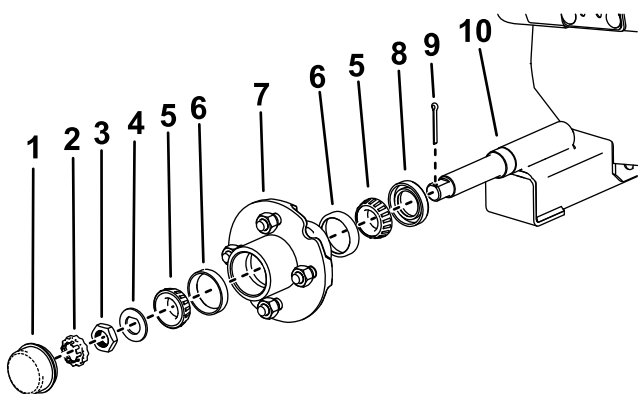

Figure 16
3. Retirez le couvre-moyeu du moyeu de roue (Figure 16).
4. Enlevez la goupille fendue et le contre-écrou de maintien (Figure 16).
5. Retirez l'écrou de moyeu, la rondelle d'axe et le moyeu de l'essieu (Figure 16).
3. Posez les cuvettes de roulements et les roulements sur le moyeu, comme montré à la Figure 16.
1. Montez l'arrêt d'huile et la rondelle d'axe comme montré à la Figure 16.